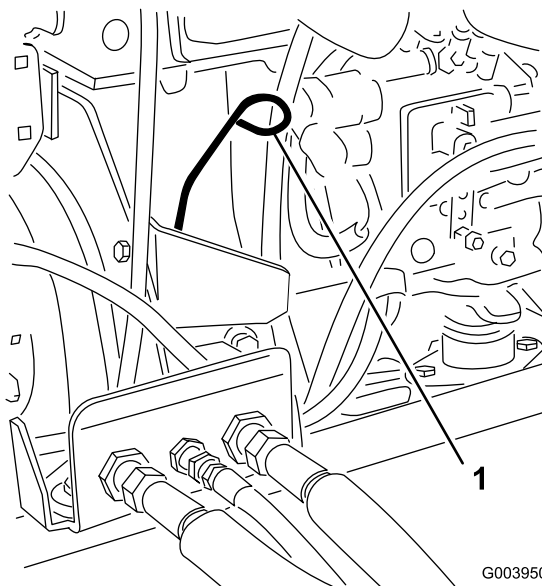

Figura 31
3. Togliete l'asta di livello, asciugatela e reinseritela (Figura 31).